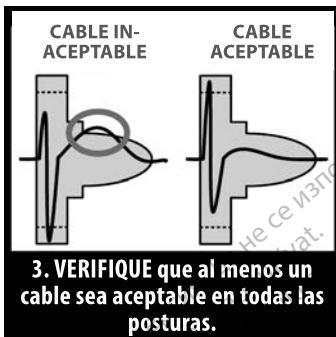

Figura 4. Evaluación del complejo QRS
3. **Evalué** el complejo QRS. Si el complejo QRS y la onda T posterior completos se encuentran dentro del perfil coloreado, el QRS se considera aceptable. Si alguna parte del complejo QRS o de la onda T posterior se extiende fuera del perfil coloreado, el QRS se considera inaceptable (Figura 4 Evaluación del complejo QRS en la página 20). Podrían utilizarse varios perfiles coloreados para evaluar el mismo ECG de superficie si se observan amplitudes de QRS distintas.